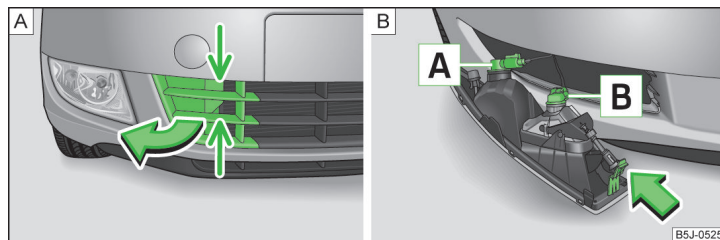

Fig. 165 Paraurti anteriore: griglia protettiva / smontaggio del fendinebbia
Disposizione delle lampadine » fig. 165
- Afferrare la griglia di protezione dai punti indicati con le frecce » fig. 165 - **[A]** ed estrarre la calotta di copertura nella direzione indicata dalla freccia.
- Inserire la mano nell'apertura della griglia di protezione e premere il nasello di innesto » fig. 165 - **[B]** nella direzione indicata dalla freccia.